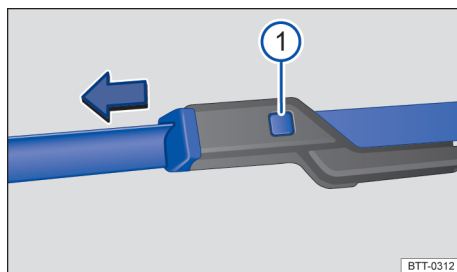

Fig. 166 Sustituir las escobillas de los limpiaparabrisas.
- Mantenga la tecla de desbloqueo → fig. 166 ① pulsada y, al mismo tiempo, retire la escobilla de los limpiaparabrisas en el sentido de la flecha.